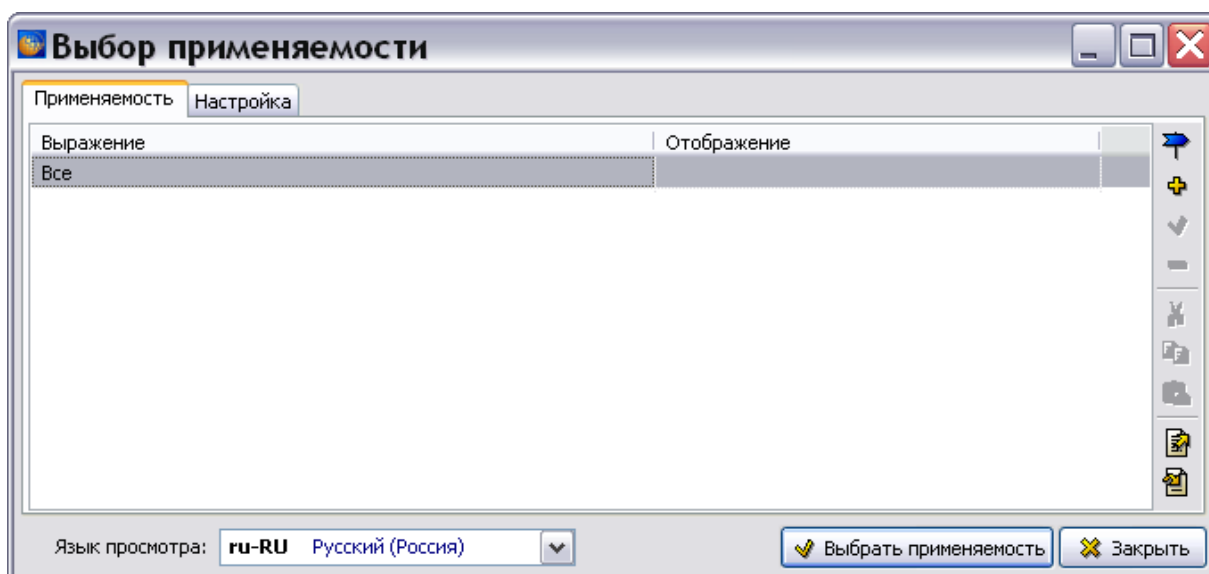

Рис. 5.162
2. Щелкните по иконке  **Применяемость**. При этом откроется диалоговое окно **Выбор применяемости** (Рис. 5.162).